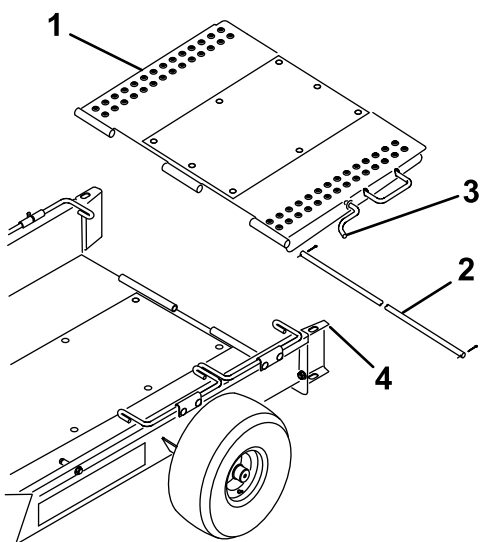

Figura 3
- Montate la rampa del rimorchio sul retro del pianale con il perno di incernieramento e le due coppie (Figura 3).
- Ruotate verso l'alto la rampa del rimorchio e agganciate il suo fermo nel foro nella parte superiore della guida ruote (Figura 3).
8. Ruotate verso l'alto la rampa del rimorchio e agganciate il suo fermo nel foro nella parte superiore della guida ruote (**Figura 3**).